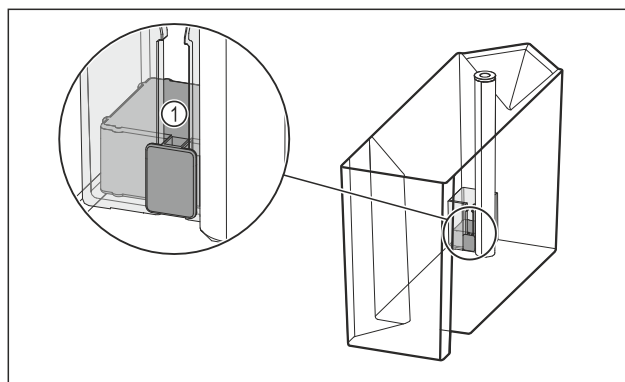

Fig. 116
- Zkontrolujte, jestli není vzpříčený plovák Fig. 116 (1).